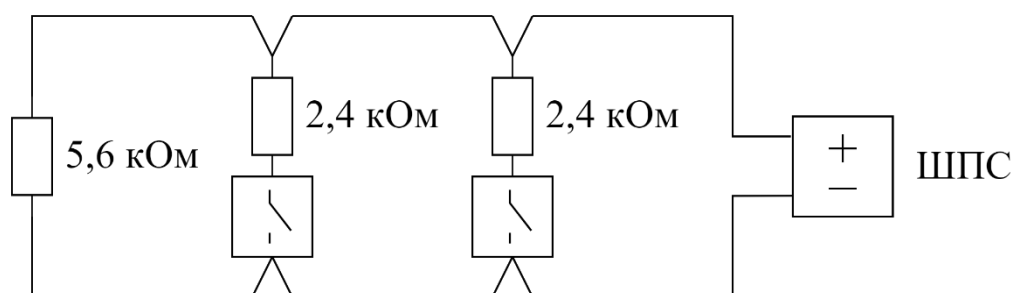

Рис. 8
- Схема подключения **нормально разомкнутых** ИП с выходом типа "сухой контакт" (тип шлейфа – пожарный дымовой с распознаванием двойной сработки) представлена на рис. 8.